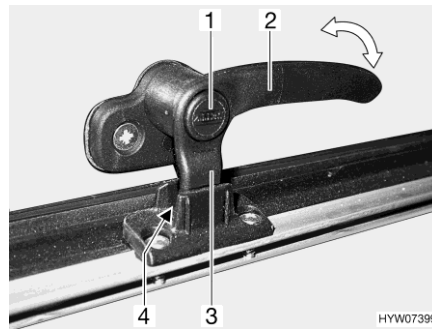
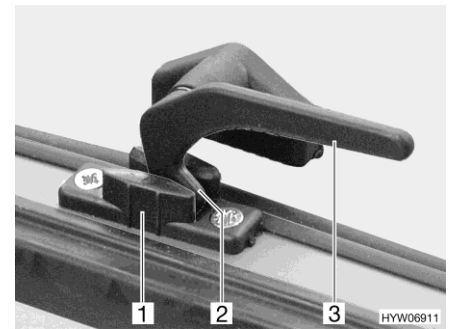

Fig. 101 Levier de verrouillage avec bouton de sécurité en position "Aération permanente"
Fig. 102 Levier de verrouillage en position "Aération permanente"
- En position "Aération permanente" (Fig. 101 et Fig. 102)
- S'il existe, appuyer sur le bouton de sécurité (Fig. 101,1) et le maintenir enfoncé.
- Tourner le levier de verrouillage (Fig. 101,2 ou Fig. 102,3) d'un quart de tour vers le centre de la fenêtre.
- Remettre le levier de verrouillage en position initiale. Le tenon de verrouillage (Fig. 101,3 ou Fig. 102,2) du levier de verrouillage doit pénétrer alors dans le logement prévu à cet effet dans le verrouillage de fenêtre (Fig. 101,4 ou Fig. 102,1).
- Relâcher le bouton de sécurité (Fig. 101,1) s'il y en a un.